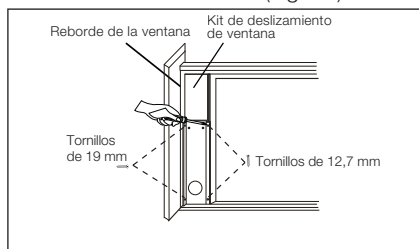

Fig. 20
3. Cierre la ventana corredera firmemente contra el kit de deslizamiento. (Fig. 20)
4. Pase dos tornillos de 12,7 mm para sujetar el kit de deslizamiento a la ventana de guillotina. (Fig. 20)
5. Pase dos tornillos de 19 mm para sujetar el kit de deslizamiento al reborde de la ventana. (Fig. 20)